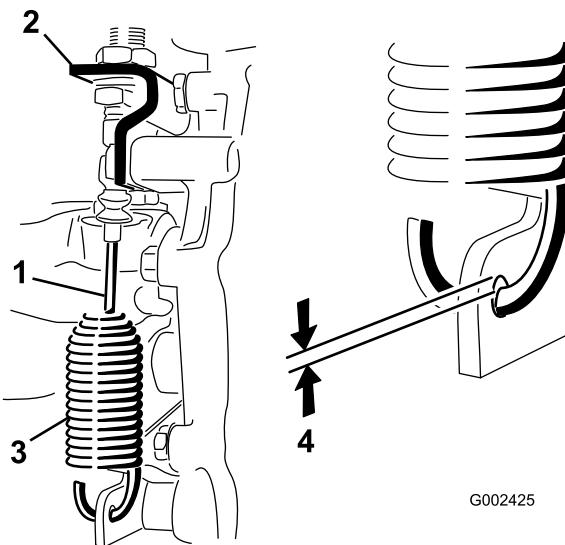

図 53
2. デファレンシャルロックケーブルをトランスアクスルのブラケットに固定しているジャムナットをゆるめる図 53。